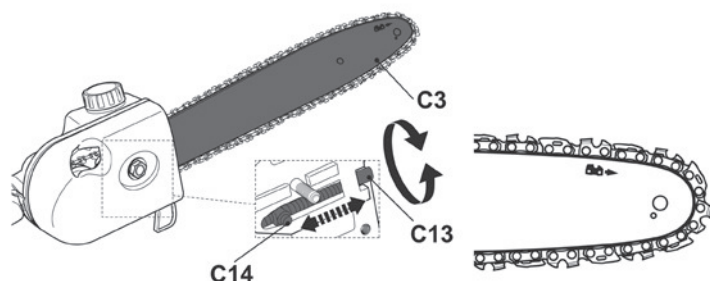

Fig. 19
- > Gire el tornillo tensor (C13) a un lado o a otro para ajustar el pasador tensor (C14)/la espada (C3) hacia la izquierda o hacia la derecha hasta que los eslabones de unión de la cadena hagan un ligero contacto con el borde inferior de la espada (Fig. 19).